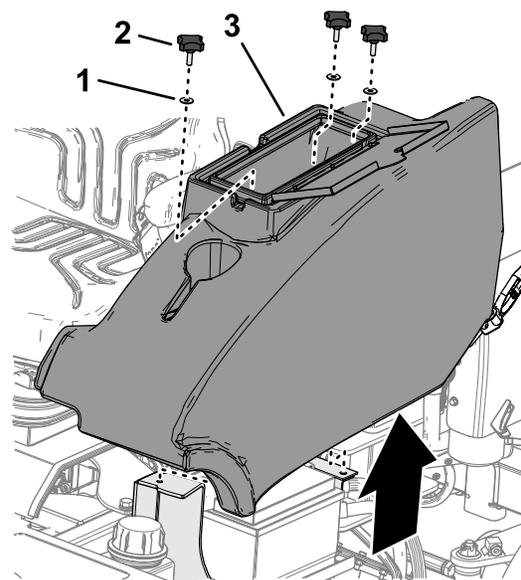

Figura 47
2. Retire os três manípulos e três anilhas que prendem o compartimento de armazenamento à máquina e retire o compartimento (Figura 47).
1. No lado esquerdo da plataforma do operador, abra a porta do compartimento de armazenamento (Figura 47).